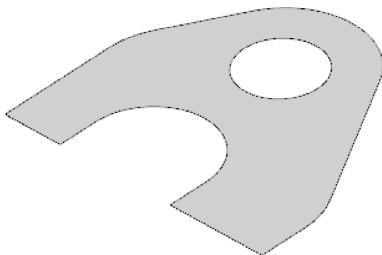

图 9-8 理想模型
- 理想化部件 (Idealize Part) 文件：包含理想化部件，理想化部件是主模型部件的装配事例。理想化工具（如抑制特征或分割模型）允许用户使用理想化部件对模型的设计特征进行更改。用户可以按需要对理想化部件执行几何体理想化，而不修改主模型部件，如图 9-8 所示。